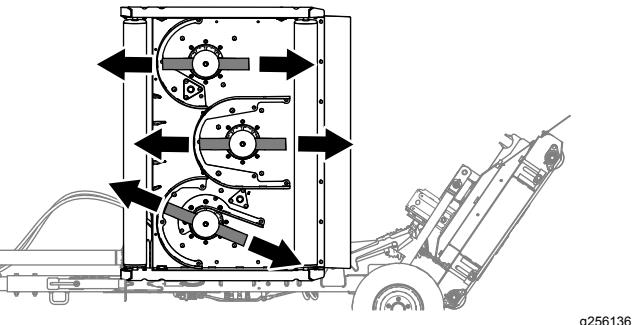

Figura 64
1. Allineate la lama del tosaerba come illustrato nella Figura 64.